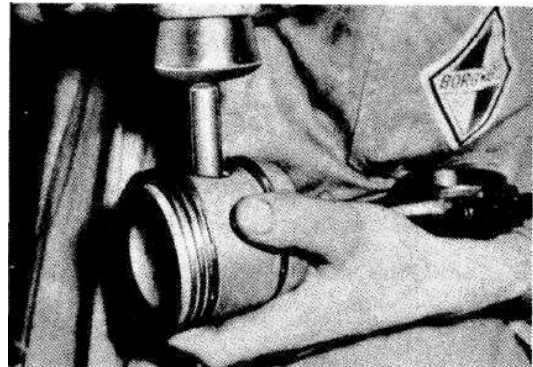

Bild 4-80
2. **Alten** Kolbenbolzen herausschlagen. (Bild 4-80)